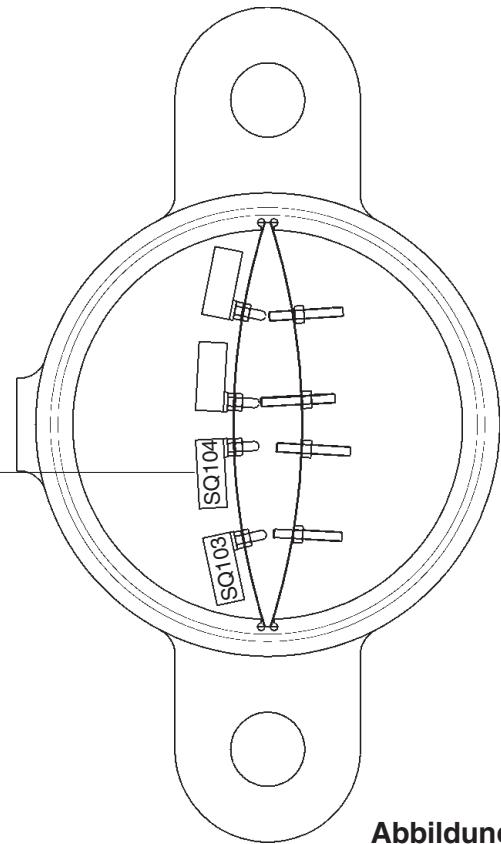

Abbildung 3.3.1
Der Begrenzer greift mittels des Mikroschalters SQ104 (Abb. 3.3.1) ein, indem er die maximalen Hubgeschwindigkeiten dem gehobenen Gewicht anpasst.
- D) Die Laufkatze zur Auslegerspitze fahren und etwa 2 Meter (7 ft) vor der Position für die maximal zulässiger Ausladung in Stellung bringen (Kap. 2 - "Technische Merkmale" - Abs. 1 des Betriebshandbuchs des Krans). Den Kopf des Einstellstifts (4) langsam annähern bis der Mikroschalter (3) auslöst (Abb. 3.3.1). Der statische Momentbegrenzer für 90% ermöglicht es, die Katzfahrt nach vorne zu verlangsamen, um sich an den statischen Momentbegrenzer für 100% anzunähern. Das Auslösen des Mikroschalters wird in der Kabine durch eine gelbe Anzeigeleuchte und ein akustisches Warnsignal angezeigt.
- E) Den Stift (4) mit der entsprechenden Schraube (3) blockieren.
- B) den Stift langsam in Richtung des entsprechenden Mikroschalters (7) bewegen und auslösen lassen (Abb. 3.3.1);